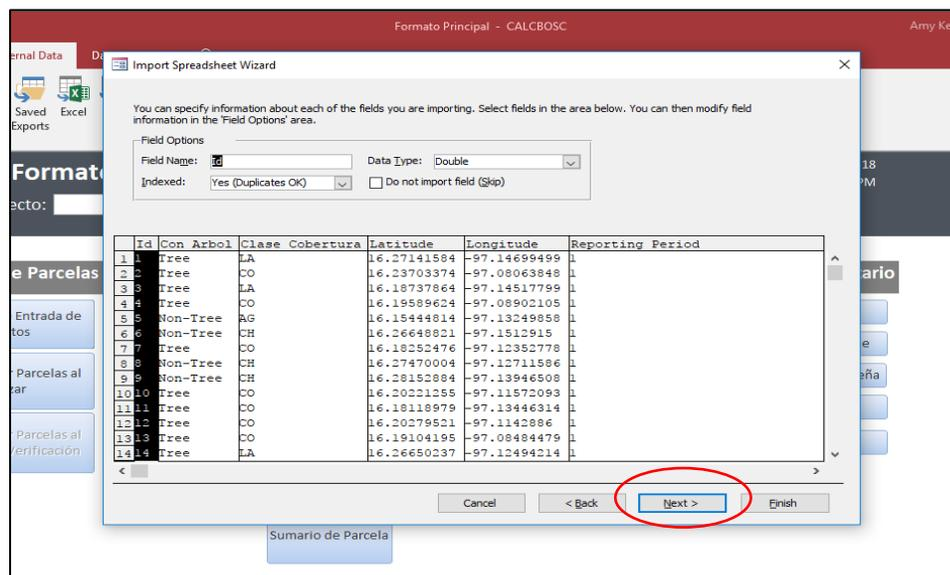

Figura 58. Importar un Documento de Excel – Paso 4
- 4.4. La siguiente pantalla preguntará si se quiere especificar información específica de cada uno de los campos que se están importando. No es necesario seleccionar los campos o especificar información adicional. Continuar seleccionando [Next] (Figura 58).